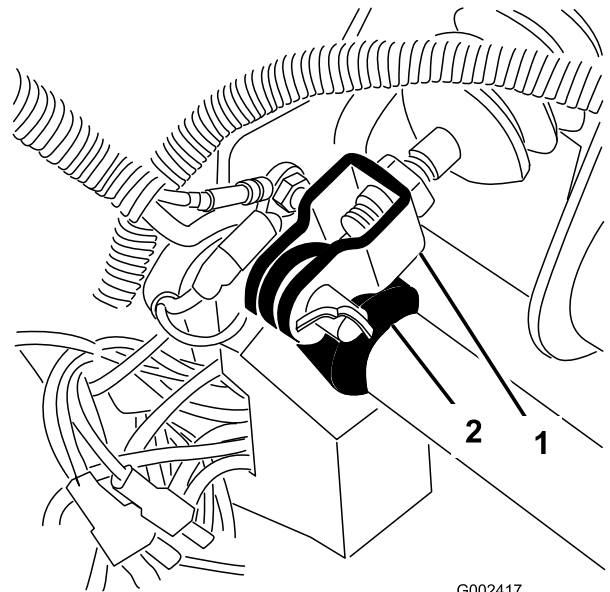

Figura 64
1. Retire el pasador de horquilla y la chaveta que fijan la horquilla del cilindro maestro al pivote del pedal de freno (Figura 64).